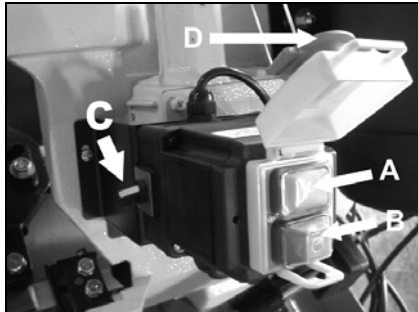

Fig 5
Mit dem grünen Eintaster (A, Fig 5) am Hauptschalter kann die Maschine gestartet werden: Mit dem roten Aus-Taster (B) kann die Maschine stillgesetzt werden.